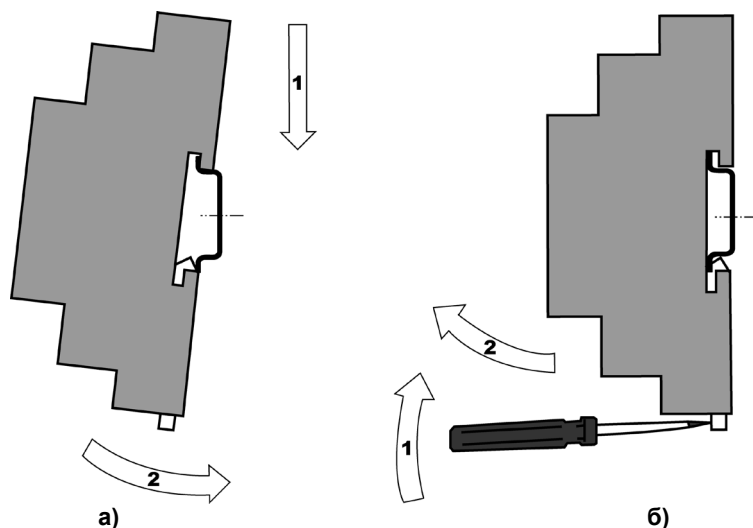

Рисунок 6.1 – Монтаж контроллера на DIN-рейку
3. Контроллер с усилием прижимается к DIN-рейке в направлении, показанном стрелкой 2 (см. рисунок 6.1,а), до фиксации защелки.
4. Для съема контроллера с DIN-рейки в проушину защелки вставляется острое отвертки (см. рисунок 6.1, б), и защелка отжимается по стрелке 1, после чего контроллер отводится от DIN-рейки по стрелке 2. При съеме ПЛК63 две защелки отжимаются одновременно.